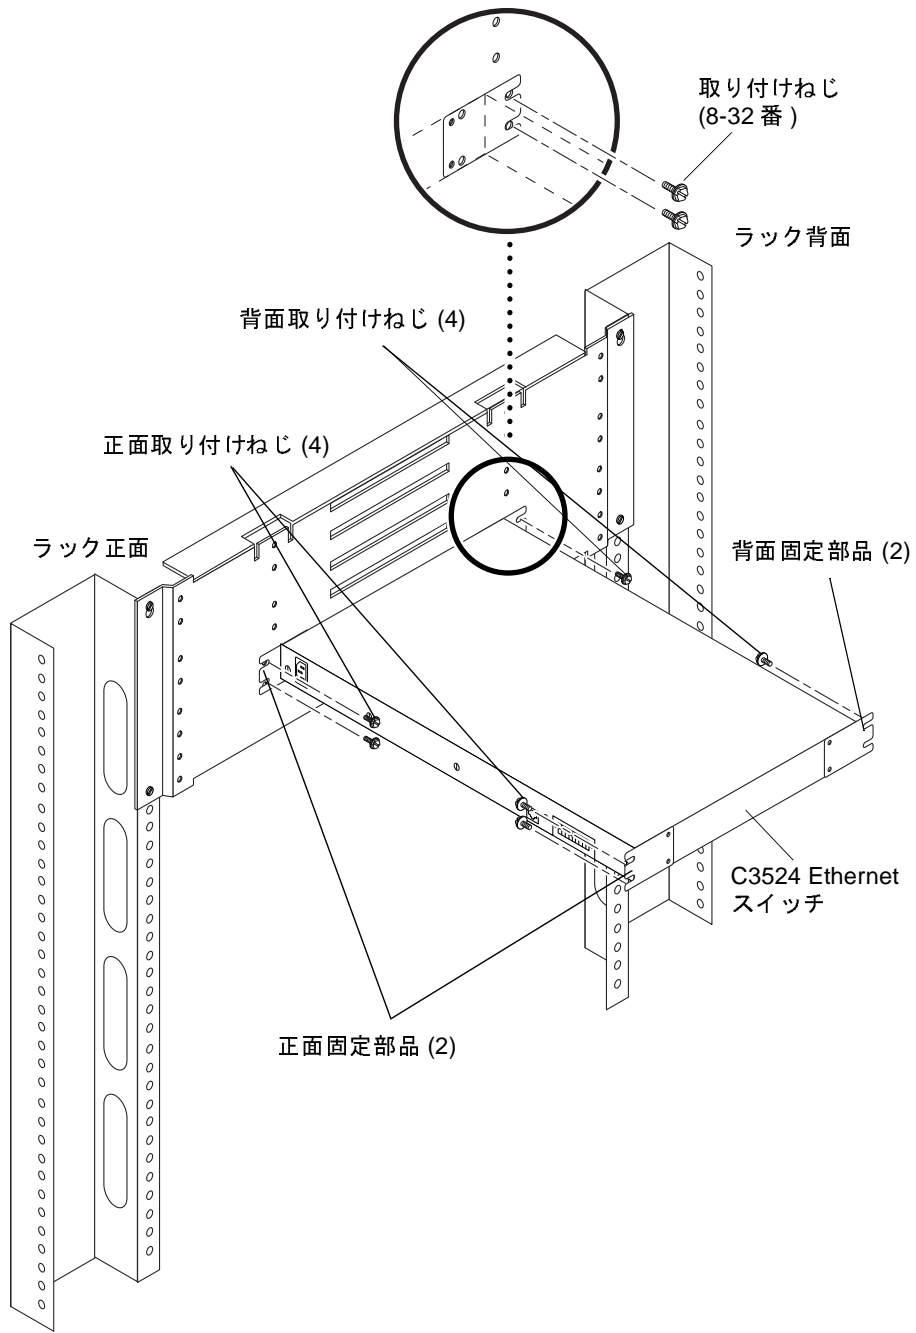

図 10 C3524 Ethernet スイッチの取り外しと取り付け
- b. プラスのねじ回し (Phillips の 2 番) を使用して、Ethernet スイッチのシャーシを取り付け板に固定している背面取り付けねじをゆるめます (図 10)。
- a. プラスのねじ回し (Phillips の 2 番) を使用して、Ethernet スイッチのシャーシを取り付け板に固定している正面取り付けねじを取り外します (図 10)。
3. ラック正面側で次の作業を行います (図 10)。
4. ラック背面側で次の作業を行います (図 10)。